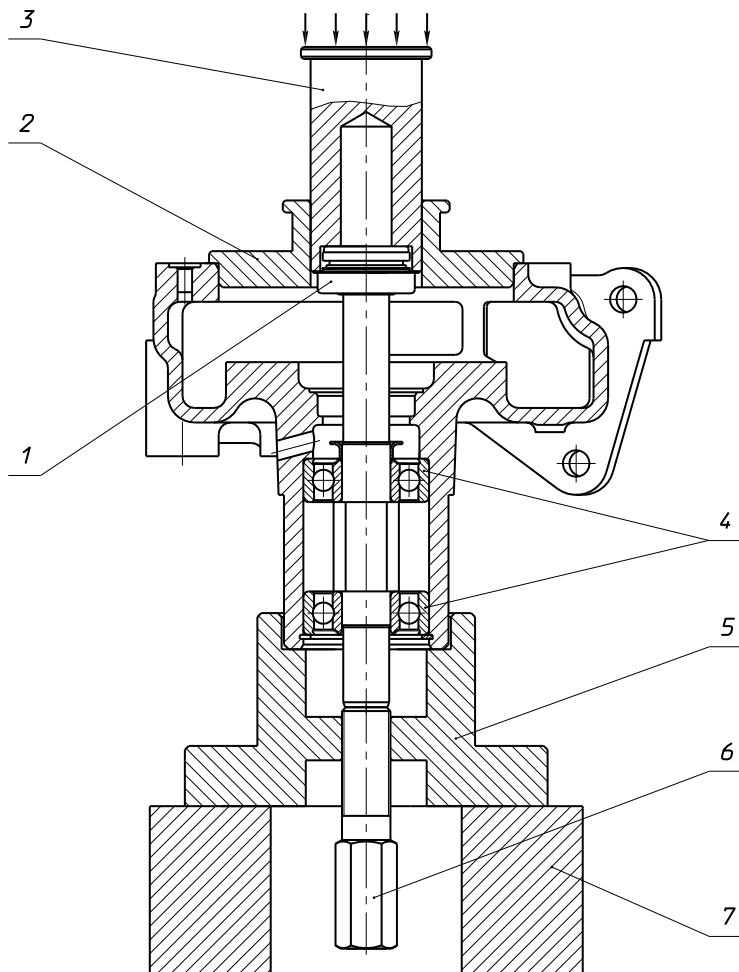

Рис.142. Установка торцового уплотнения "КАСО"
1. Установить корпус насоса в сборе с валом и подшипниками через специальную проставку 5 вертикально на жесткую опору 7, которая имеет внутреннее отверстие для размещения установочного винта 6 (см. рисунок 142).
На рисунках 143 - 146 приводятся эскизы для изготовления деталей приспособления по сборке водяного насоса при установке уплотнения «КАСО» (см. рисунок 142). Материал деталей – сталь.